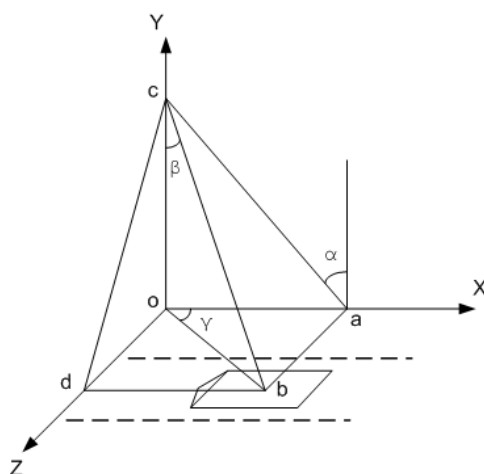

Рис. 6.2-6. Геометрия зоны детектирования
Геометрия зоны детектирования при использовании программного модуля «Детектор транспортных средств» приведена на Рис. 6.2-6. В точке С расположена видеокамера. Ось Y совпадает с вертикальной опорой видеокамеры. Ось X направлена вдоль дороги, навстречу движению транспортных средств. Ось Z перпендикулярна дороге. Пунктирными линиями обозначена полоса движения транспортных средств. Точкой b обозначен центр зоны детектирования.
*Примечание. В этом случае точка b совпадает с началом координат (см. Рис. 6.2-6).*